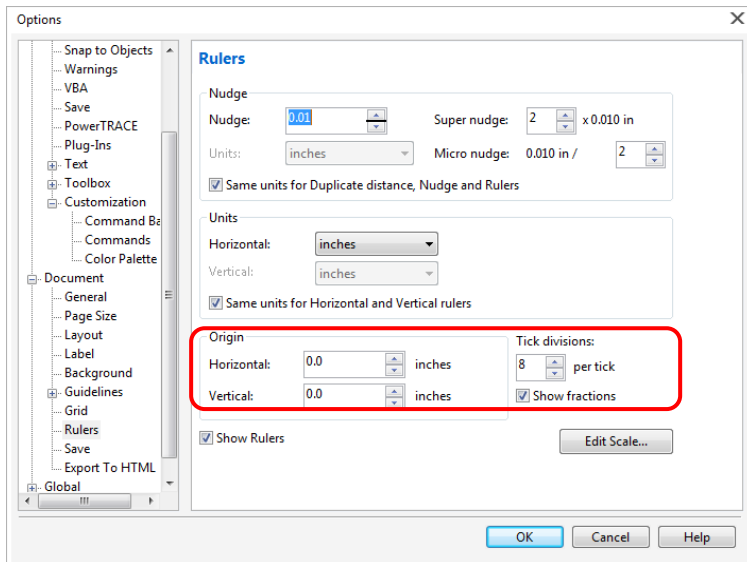

图 A3-2
2. 如果你选择依据介质尺寸做标记点，那么请**不要**对原点设置进行任何修改（如下图所示），否则标记点的位置将被修改（如图 A3-2）。